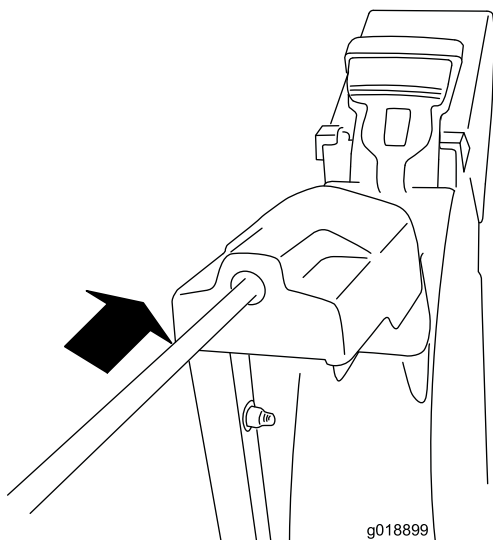

Рисунок 10
2. Вставьте передний конец штока в отверстие на задней крышке редуктора желоба так, чтобы он вошел в соприкосновение с редуктором (Рисунок 10).